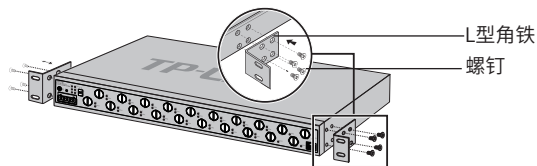

图2-3 角铁安装示意图
4. 用螺钉将L型角铁固定在机架两端固定的导槽上，确保交换机稳定、水平地安装在机架上，如图2-3所示。